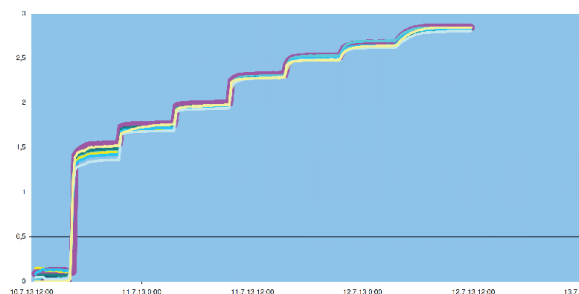

Fig. 1 : Lectures [pF] de 8 capteurs Tensiomark dans une expérience de flux à étapes multiples, avec des valeurs de pression de vide 7 pF 1,5 jusqu'à 2,85
- Réaction spontanée aux changements d'humidité (voir fig. 1)